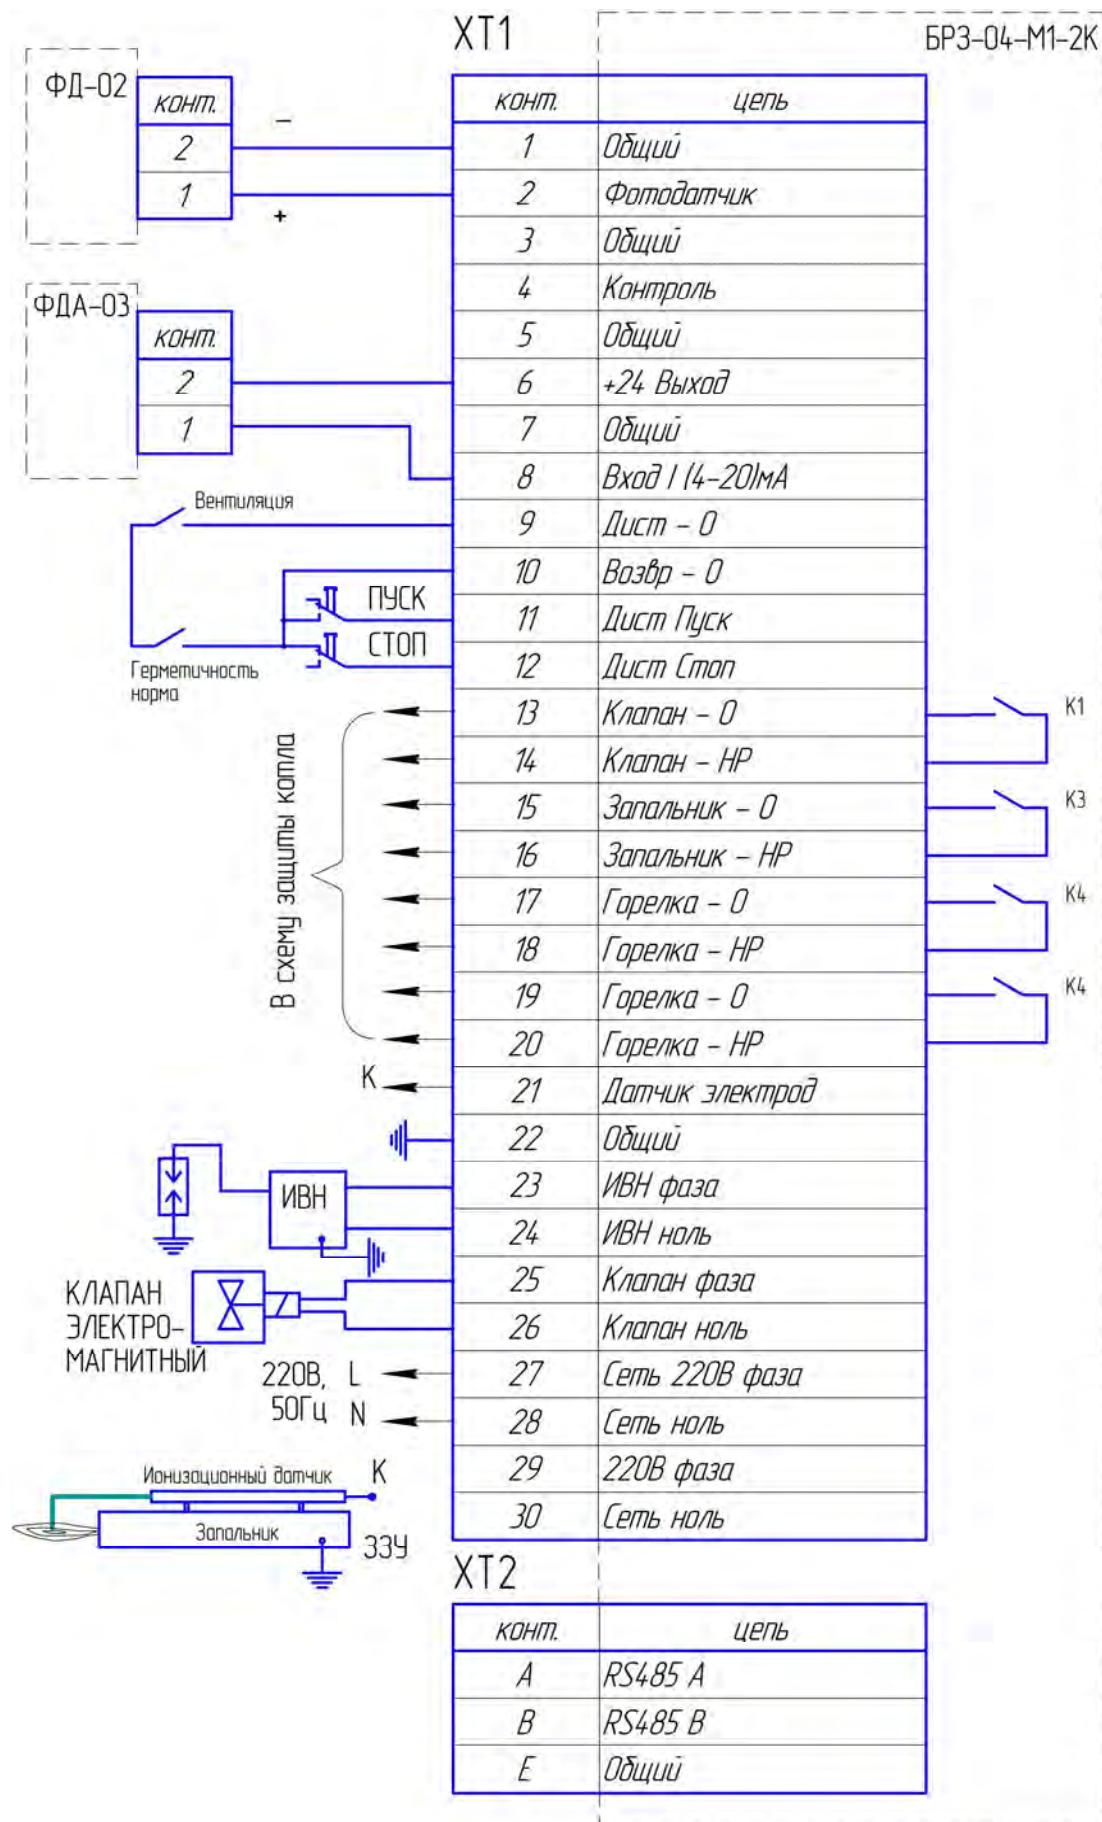

Рис. 2
Типовая схема подключения внешних цепей представлена на рис.2.
2.1.5. Подключение внешних электрических цепей производить согласно проекта, составленному на основе типовой схемы подключения рис. 2.